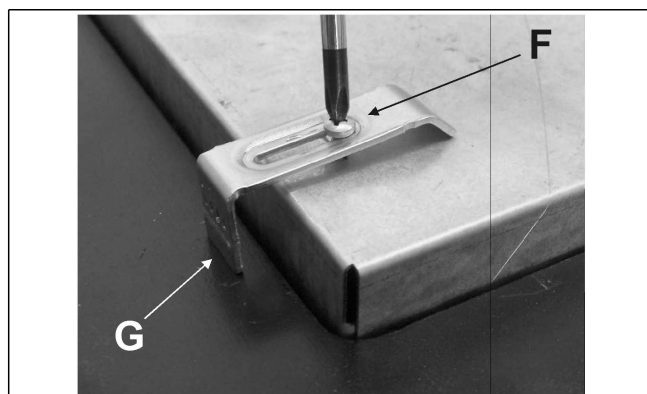

ABB. 10
- Das Kochfeld auf der im Möbel angebrachten Öffnung positionieren und mit den entsprechenden Schrauben "F" der Befestigungshaken "G" klemmen (siehe Abb. 10).